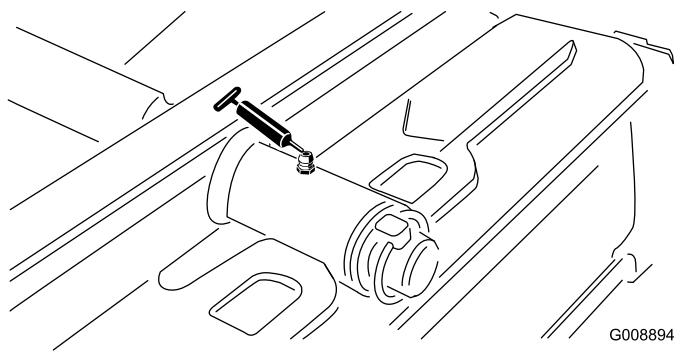

Figure 49
- Pivot de plateau de coupe arrière (Figure 49)